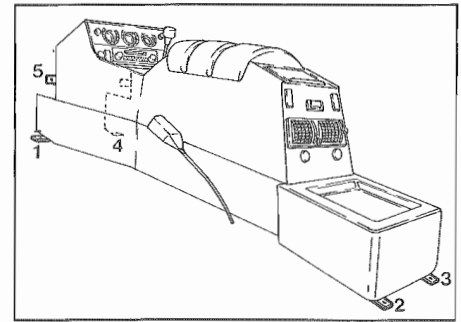

Fig. 12 - Viti di fissaggio
- Allentare le viti di fissaggio (5) (**Fig. 12**).
- Loosen fixing screws (5) (**Fig. 12**).